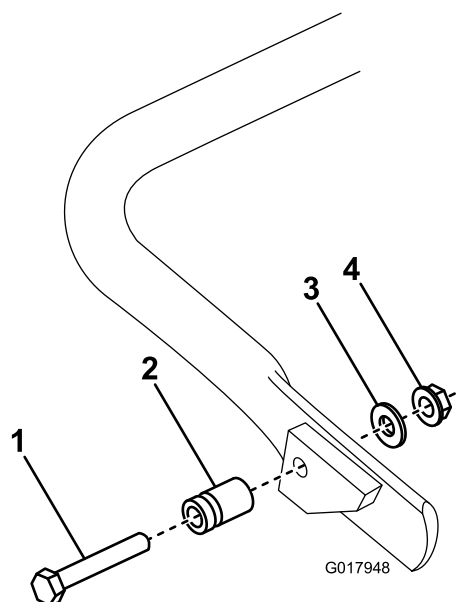

Figura 7
1. **Apenas no modelo 04056**, ligue a cavilha de mola ao lado direito do apoio (Figura 7) utilizando o parafuso, anilha e porca flangeada fornecidos.